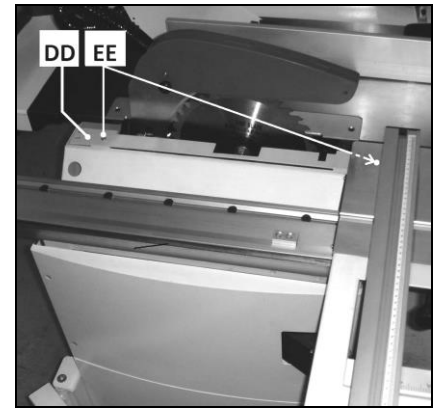

Fig 18
Lösen Sie die 2 Schrauben (EE, Fig 18) und entfernen Sie das Abdeckblech (DD).